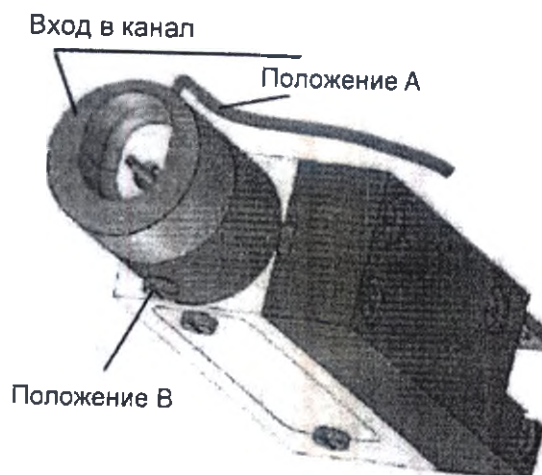

Рисунок 22 Пробоотборный канал
- Аккуратно удалите трубку из положения А (см. рисунок 22)